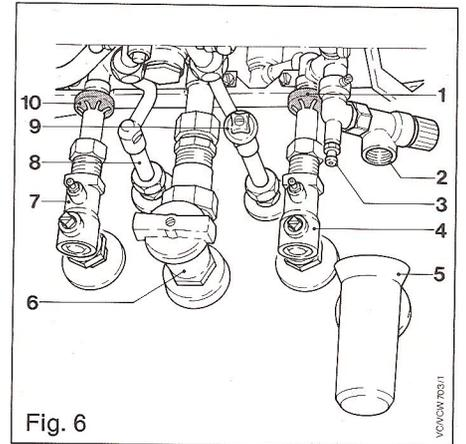

Fig. 6
a) Levare il coperchio della morsetteria (1) dopo aver svitato la vite di fissaggio (2).
b) Fare il collegamento elettrico alla morsetteria (3) e necessariamente alla vite di messa a terra (4) secondo lo schema sottostante fig. 6.